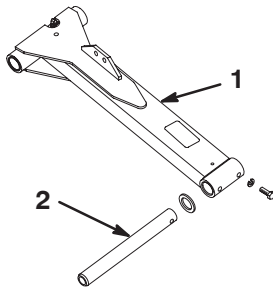

Figure 4
1. Insérez une tige de pivot dans le bras de relevage gauche et alignez les trous de fixation (Fig. 4).